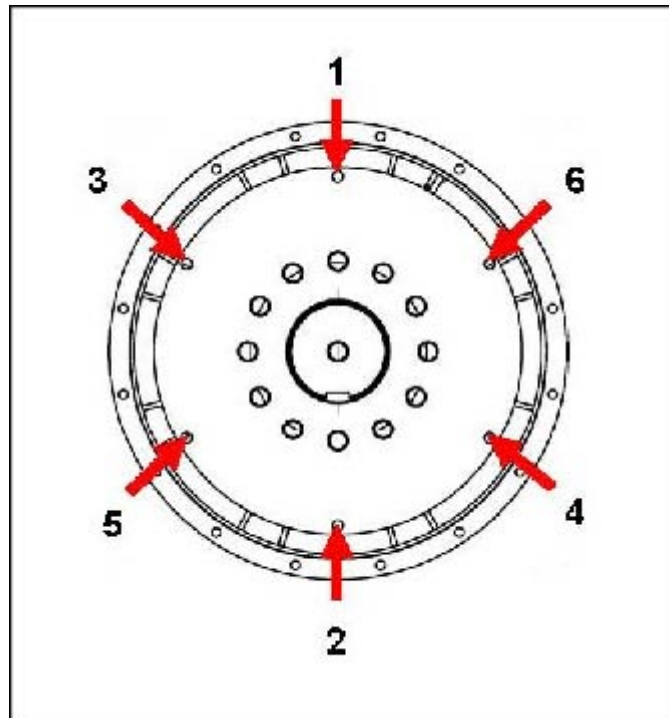

РИС. 21. ПОСЛЕДОВАТЕЛЬНОСТЬ КРЕПЛЕНИЯ К МАХОВИКУ
10. Затяните болты крепления диска муфты к маховику, соблюдая последовательность, указанную в Рис. 21 на стр. 45